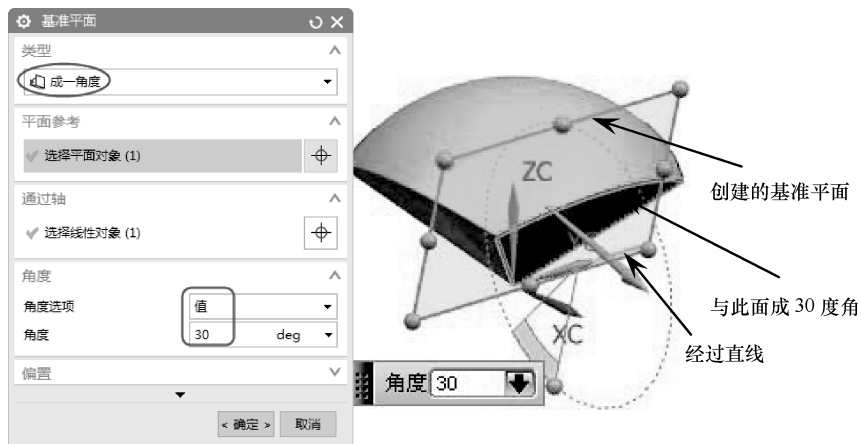

图 4-62 创建基准平面
- 08 创建基准平面。在菜单栏中执行【插入】|【基准/点】|【基准平面】命令，弹出【基准平面】对话框，选取刚绘制的直线和实体面，创建和实体面呈  $30^\circ$  角的基准平面，如图 4-62 所示。